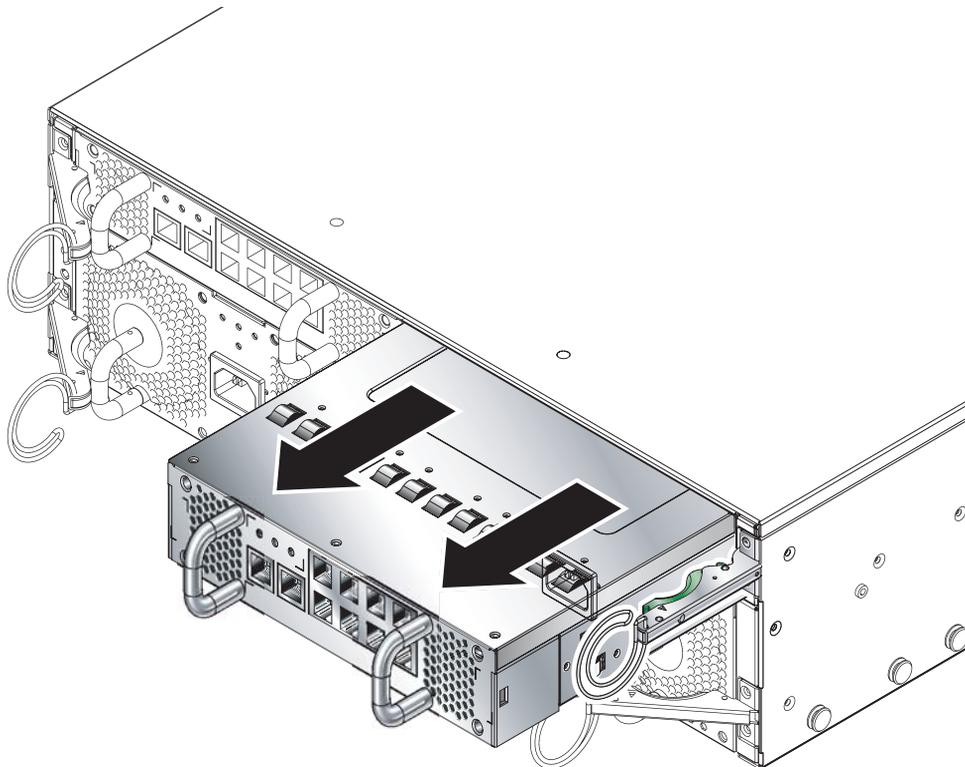

FIGURE 12-8 Retrait de l'unité commutateur/contrôleur système du châssis
5. Retirez l'unité commutateur / contrôleur système du châssis en tirant sur les poignées verticales fixées à l'arrière de l'unité (FIGURE 12-8).